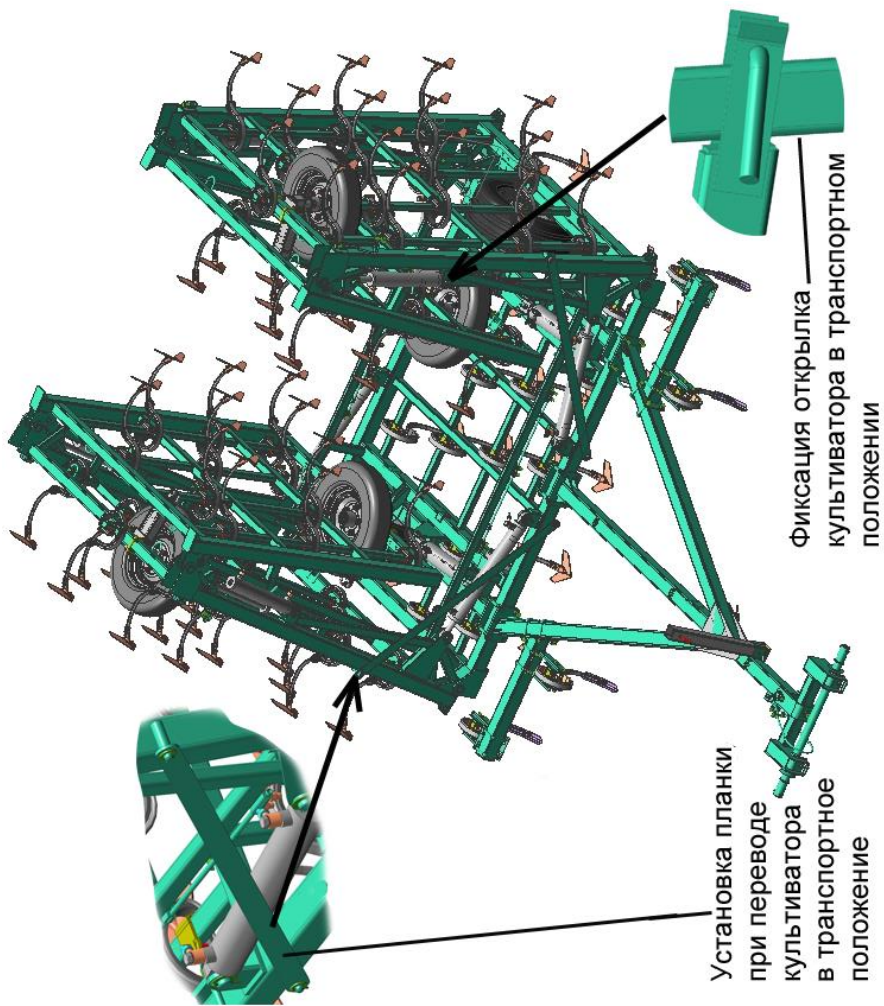

Рисунок 2 – Общий культиватора в транспортном положении
4.3 Перевод культиватора в транспортное положение (см. рис.2).